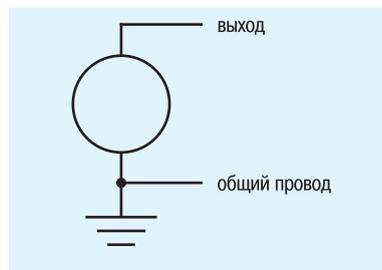

Рис. 7. Однофазный заземлённый источник сигнала
*Заземлённый источник* – это источник, гальванически связанный с землёй. Если для однофазного источника (рис. 7)